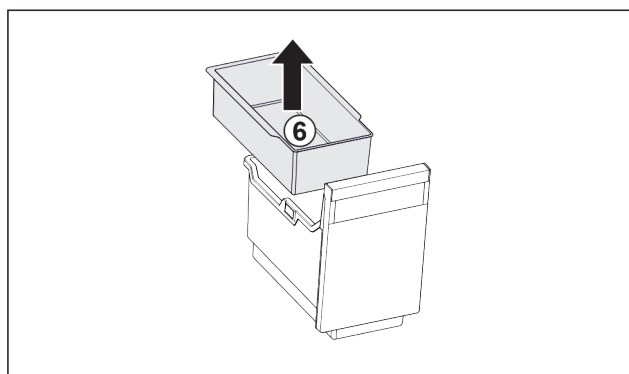

Fig. 105
- ▶ Wyjąć półkę zawieszoną Fig. 105 (6).